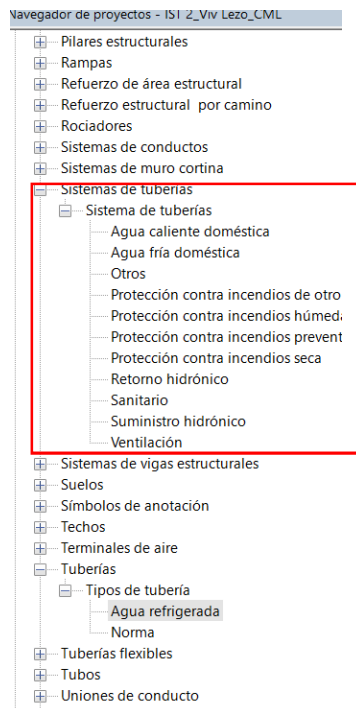

Imagen 4.190: Sistemas de tuberías de MEP
- Sistema de tuberías: Si nos vamos al navegador de proyectos, y buscamos “*Sistemas de tuberías*”, desplegamos ese apartado, y nos encontramos con una clasificación propia e inamovible de Revit. Lo de inamovible, es porque Revit, solo tiene creado esos tipos de sistemas (imagen 4.190). En la clasificación de otros, podemos configurar uno nuevo, como un sistema para la red de gas, pero siempre va a pertenecer a la clasificación de sistemas otros.